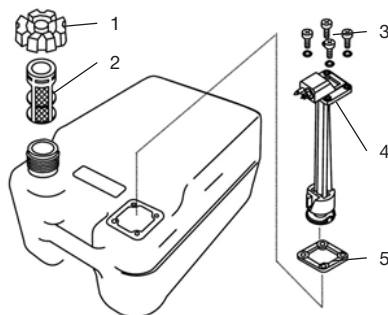

Рис. 31 Фильтр внешнего топливного бака
1. Открутите крышку 1 топливного бака и извлеките из горловины бака сетчатый фильтр 2 (Рис. 31).
5. Открутите винты 3 крепления топливозаборника и извлеките топливозаборник 4 из бака (Рис. 31).
7. Установите между топливозаборником и топливным баком новую прокладку 5 (Рис. 31).